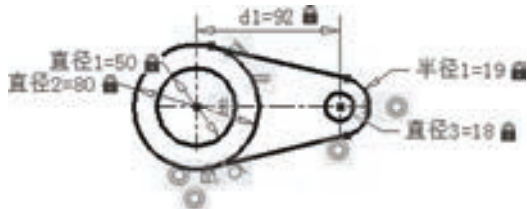

图 11-45 创建参数化图形的练习
6) 上机操作：新建一个图形文档，创建图 11-45 所示的参数化图形，即在图形中创建所需的几何约束和动态标注约束，使其成为完全约束图形，并练习修改标注约束的值来观察该参数化图形的变化情况。